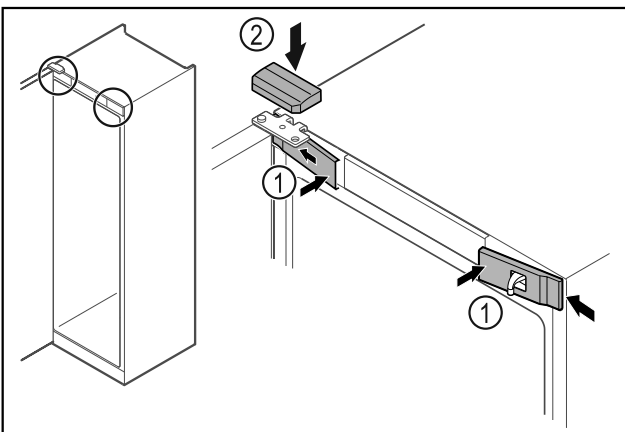

Fig. 52
- Αναρτήστε τα μπροστινά καλύμματα Fig. 52 (1) στο πλάι και κουμπώστε τα.
- Κουμπώστε το επάνω κάλυμμα Fig. 52 (2) από πάνω.